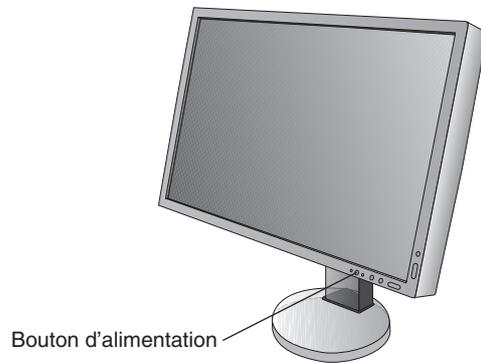

Figure E.1
8. Allumez le moniteur, puis l'ordinateur (**Figure E.1**).